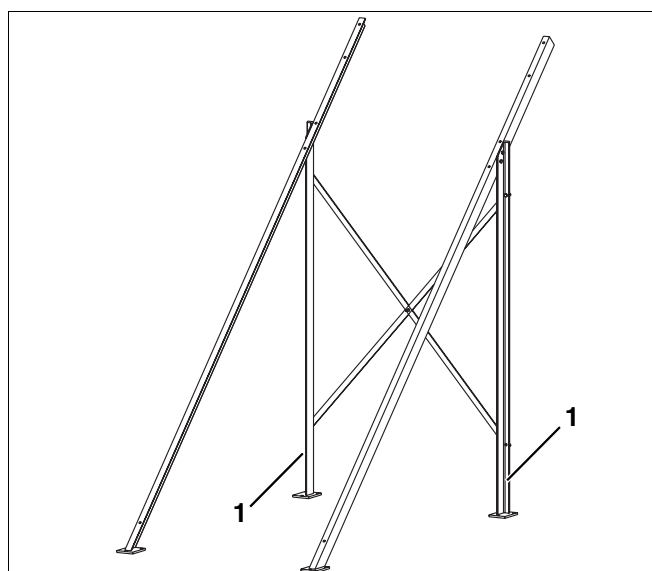

Fig. 7 Montaje de los apoyos y los soportes diagonales
- ▶ Nivele los apoyos izquierdo y derecho previamente montados (fig. 7) y únalos con la cruz trasera formada por los soportes diagonales.
- ▶ Los apoyos (fig. 7, **pos. 1**) deben quedar en posición vertical. Apriete bien todos los tornillos.